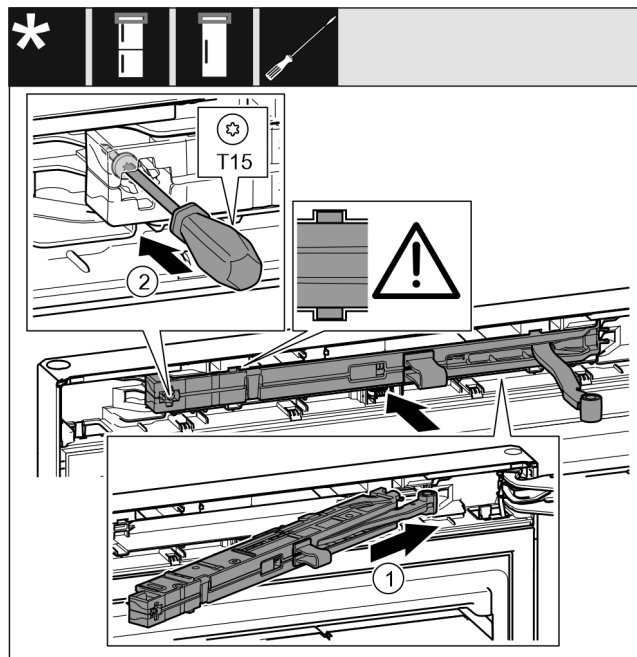

Fig. 30
- ▶ Tolja be ferdén, ütközésig a záráscsillapító egységet Fig. 30 (1) a mélyedésbe a csapágybak felőli oldalon.
- ▶ Húzza meg a csavart Fig. 30 (2) csavarhúzóval.